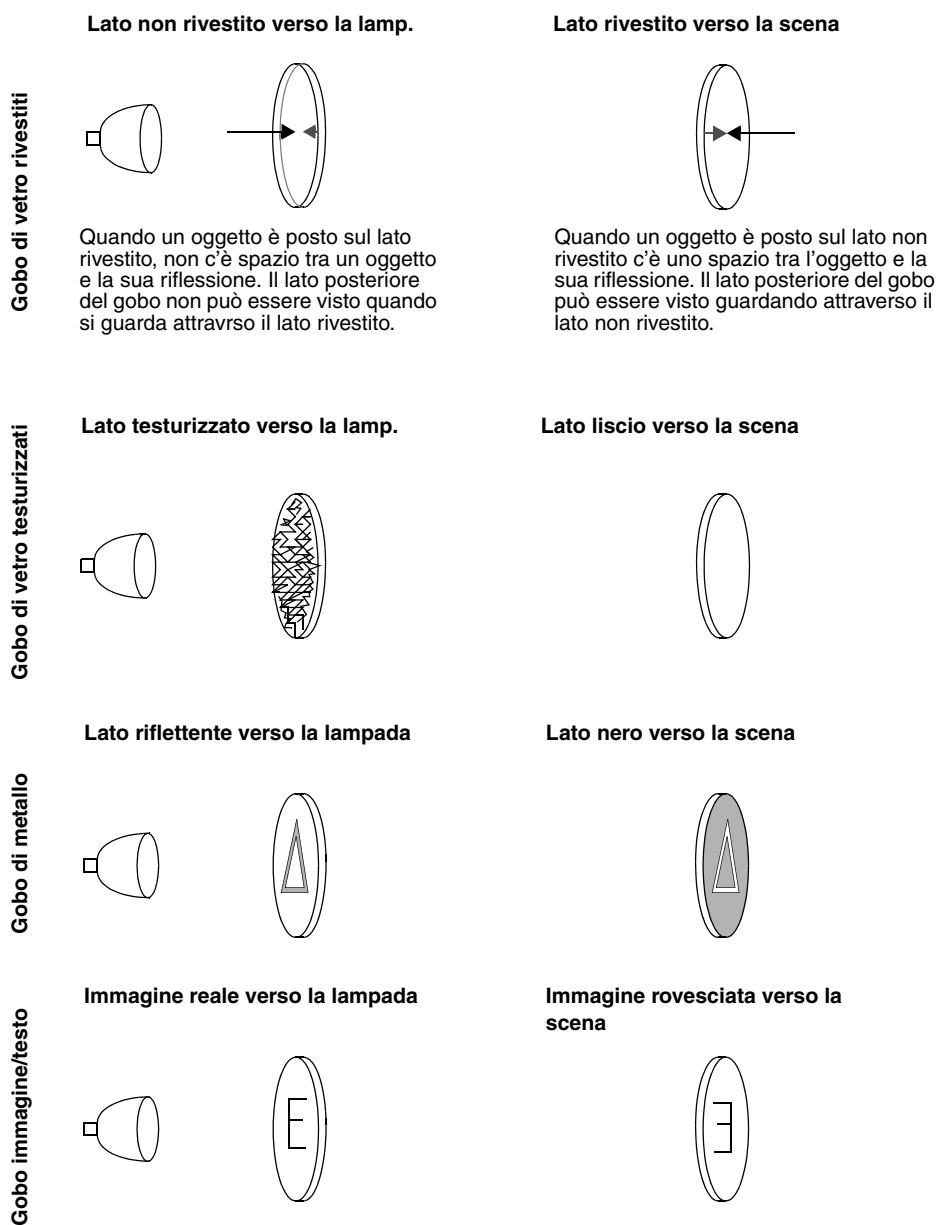

Figure 9: Orientazione dei gobo
- 4 Inserire il nuovo gobo nel supporto con il lato "stage" verso il basso, lontano dalla molla. Vedere le Figure 9 e 10.